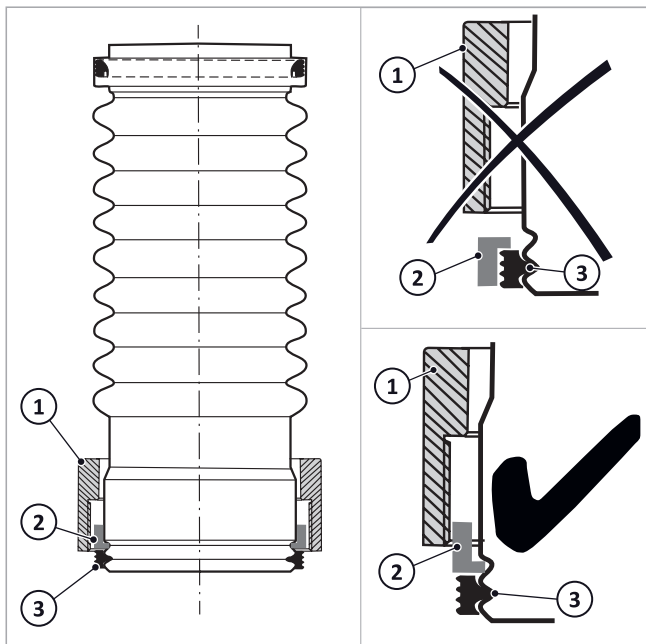

Fig. 41: raccordo a vite inserito
1. Secondo ➔ fig. 41 spingere il dado di sicurezza (1), l'anello elastico (2) e la guarnizione (3) nell'estremità inferiore del raccordo per lo scarico dei fumi.